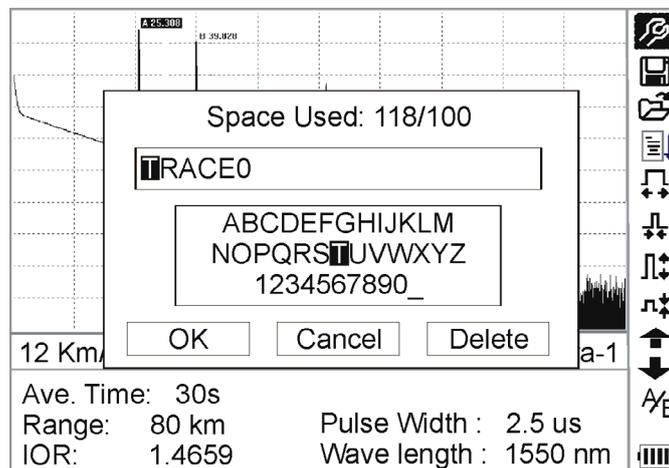

Figura 38.- Guardar traza
- 1 En la GUI de la figura 38, utilizar [↑] y [↓] para seleccionar , y pulsar [Enter] para entrar, como se muestra en la figura 38.